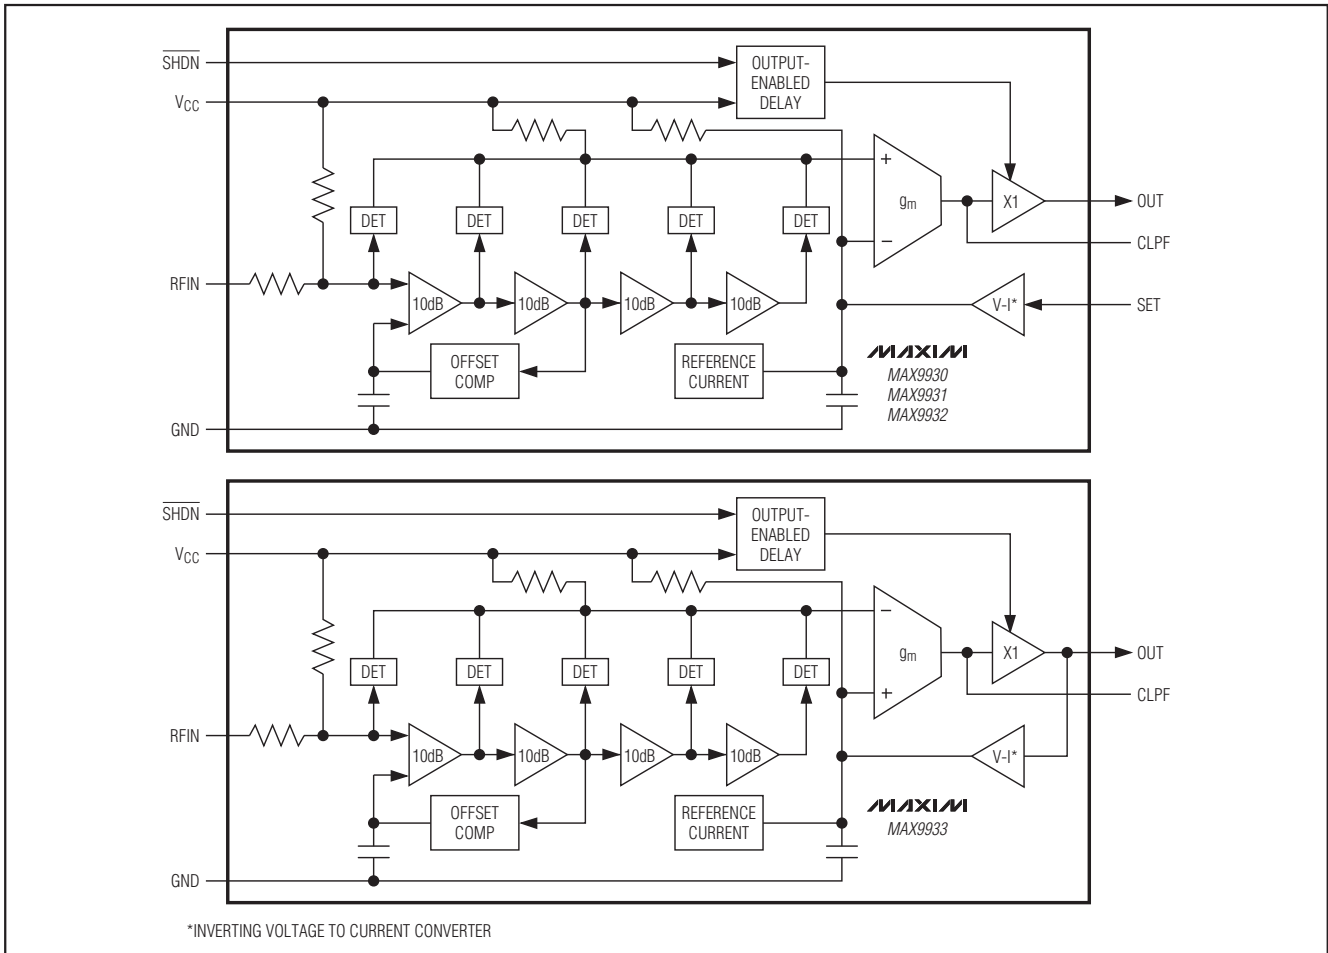

図1. ファンクションダイアグラム
- Note 3:** Set-point slew rate is the rate at which the reference level voltage, applied to the inverting input of the  $g_m$  stage, responds to a voltage step at the SET pin (see Figure 1).
対数アンプ(ログアンプ)のMAX9930~MAX9933ファミリは、4段構成メインアンプ/リミッタ段を備え、各段の小信号利得は10dBです。各アンプの出力段は、全波整流器(検出器)に供給されます。また、もう1個の検出器段が最初の利得段の前に配置されています。合計5個の検出器はそれぞれ、10dBの幅で分離され、対数アンプストリップを構成します。図1は、対数アンプのファンクションダイアグラムを示しています。